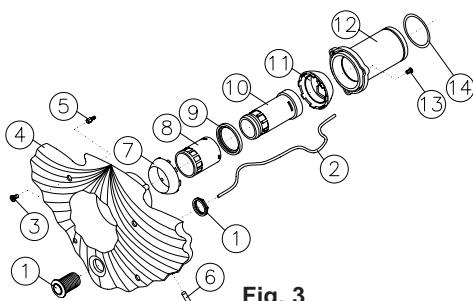
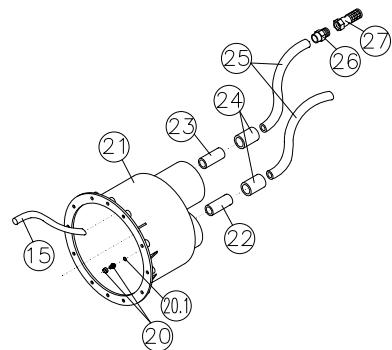

Fig. 3
Fig. 2
Le tube transparent (n° 2, fig. 2) sera connecté au micro-interrupteur situé dans le haut à droite du coffret; il importe de s'assurer qu'il n'est pas plié.
**3.1** Um das Gehäuse (Nr.21, Fig.2) an einer Betonwand anzubringen, brauchen Sie nur die im Kapitel 2 (Aufstellungsplatz) angegebenen Anweisungen durchzuführen.
**4.1** Das Gehäuse wird mit den schon eingebauten Rohren Nr.22 und 23, (Fig.2) geliefert; außerdem wird eine der Hülsen (Nr.24, Fig.2) im Rohr Nr.22 verleimt geliefert. Sobald wir das Gehäuse gemäß der Anweisungen des Kapitels 2 an der Wand befestigt haben, nehmen wir die Installation der Luft- und Pneumatikleitungen vor.
Diese Leitung besteht aus einer Hülse (Nr.24), einem Schlauch (Nr.25), einem Außengewinde (Nr.26) und einem Fußventil (Nr.27). Alle diese Teile werden montiert geliefert, weshalb wir nur das Ende der Hülse (Nr.24) am schon im Gehäuse installierten Rohr (Nr.23) ankleben müssen. Es ist wichtig, das Luftleitungsrohr an der Wand des Aufstellungsplatzes zu befestigen und darauf zu achten, daß das Fußventil im obersten Teil liegt, womit wir die Ansaugung von Schmutz vermeiden (siehe Fig. 8, Seite 42). Schließlich installieren wir noch den Schlauch (Nr.15, Fig. 2), indem wir ihn mit Druck in die Kanüle einführen, die sich im Inneren des Gehäuses befindet (siehe Fig.5, Seite 39).
Diese Leitung besteht aus einem Rohr (Nr.22), einer Hülse (Nr.24) und einem Schlauch (Nr.25). Da das Rohr (Nr.22) und die Hülse (Nr.24) schon im Gehäuse installiert sind, müssen wir nur das Rohr (Nr.25) anleimen. Bevor wir das Ende des Rohrs (Nr.25) an der Hülse (Nr.24) befestigen, führen wir das Transparentrohr (Nr.2, Fig.3) durch die Öffnung des Gehäuses ein und befestigen es mittels der dort vorhandenen Zwinge (Nr.20 und 20.1, Fig.2). Nach Durchführung dieser Operation verleimen wir das Rohr (Nr.25) mit der Hülse (Nr.24). Das Ende des Rohrs (Nr.2, Fig. 3) wird nun an den Mikroschalter angeschlossen, der sich auf einer Seite der Hidropneumatiktafel befindet, welche im HIDROJET einbegriffen ist.